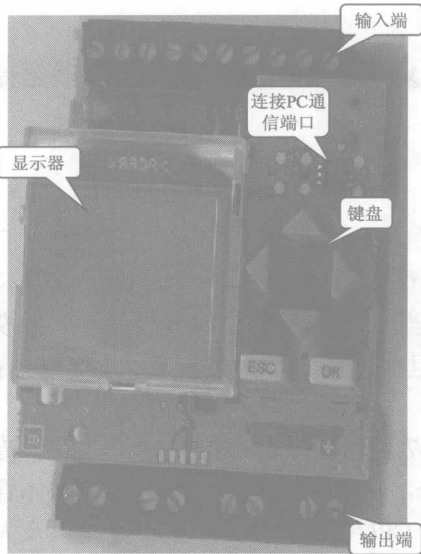

图 1-5 LOGO! 基本型的内部结构特征
(4) LOGO! 基本型的内部结构特征。将 LOGO! 的控制板、人机界面及采样—驱动板组合好就构成了 LOGO! 基本型的内部结构特征（如图 1-5 所示），这也是打开一台 LOGO! 首先可以看见的内部特征。
从图 1-5 可以看出，控制板在上，驱动在下。